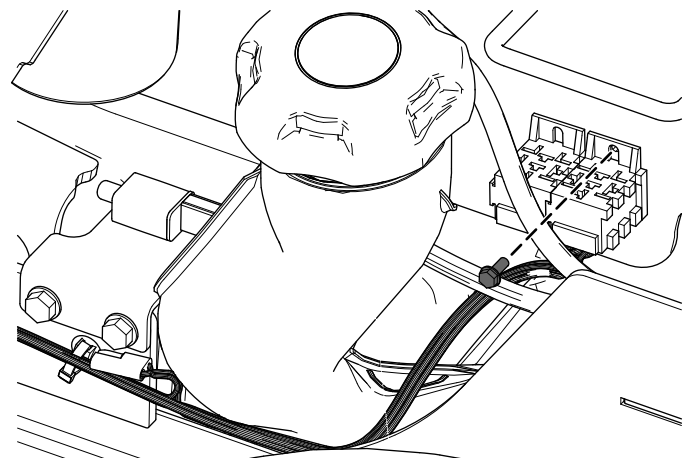

Figure 15
4. Fixez le faisceau près des relais au moyen de la vis Taptite (Figure 15).